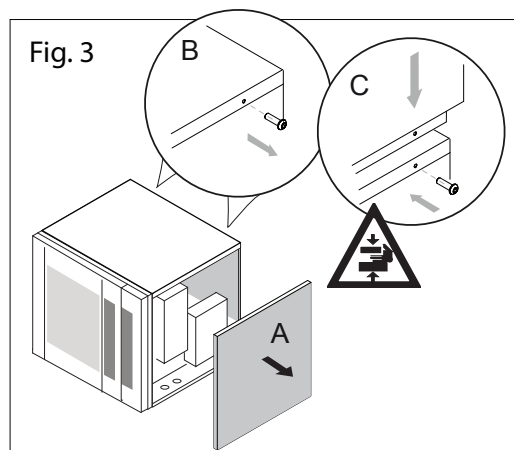

Fig. 3
Enlever de l'équipement du four le panneau latéral droit et les deux vis de fixation de la paroi postérieure. (Fig. 3/A e 3/B).
1. Aligner les trous de fixation de la hotte avec les trous de fixation de la paroi postérieure du four. Revisser les vis pour fixer la hotte au four (Fig. 3/C).
Insérer le câble d'alimentation par le chaumard dans la partie inférieure du four (Fig. 3).